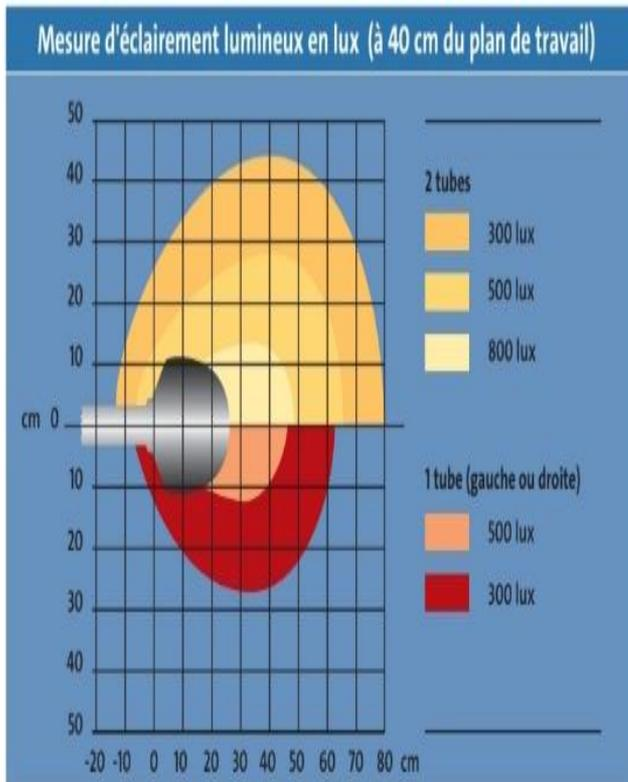

Figure 4. Deux réflecteurs indépendants permettent de sélectionner l'éclairage le mieux adapté à la tâche.
- ① Éclairage général. Les luminaires sont équipés de grilles de défilement.
- ② Éclairage réglable sur le plan de travail (voir aussi figure 4).
■ Pour l'éclairage local posé sur le plan de travail, le choix se portera de préférence sur des luminaires équipés de bras articulés permettant un réglage vertical et horizontal avec réflecteurs munis de grilles de défilement fournissant un éclairage dissymétrique pour éviter l'éblouissement et équipés de lampes compactes (par exemple fluo compactes de 5 à 9 W ou LED de faible puissance), permettant de limiter le dégagement de chaleur et la consommation d'énergie (voir figure 4).